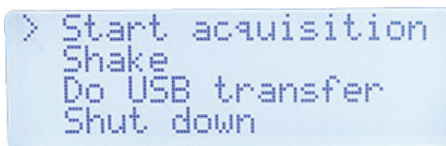

Рис. 4-6 Меню
1. Включите ВТХ III, настроенный на WLAN, и дождитесь отображения меню (см. Рис. 4-6 на стр. 68).